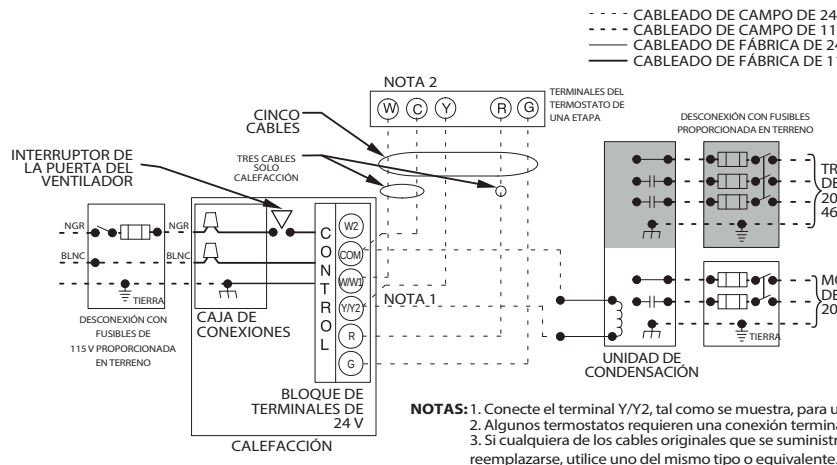

Fig. 37 – Diagrama de cableado de terreno bifásico
6. Conecte los cables de alimentación y neutro a los cables de alimentación del calefactor como se muestra en la Fig. 37.
5. Conecte los cables de alimentación y neutro del sitio a los cables de alimentación del calefactor como se muestra en la Fig. 37.
Establezca las conexiones de 24 V in situ a la tira de terminales de 24 V. Consulte la Fig. 39. Conecte el terminal Y/Y2 como se muestra en la Fig. 37 para una función de enfriamiento adecuada. Utilice exclusivamente cable para termostato de cobre AWG número 18 con código de color.